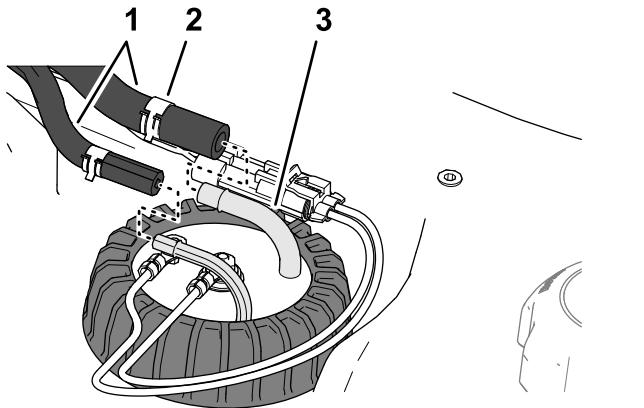

Figura 120
4. Desloque as braçadeiras que fixam os tubos às uniões da alimentação de combustível a bordo, e retire os tubos das uniões (Figura 120).